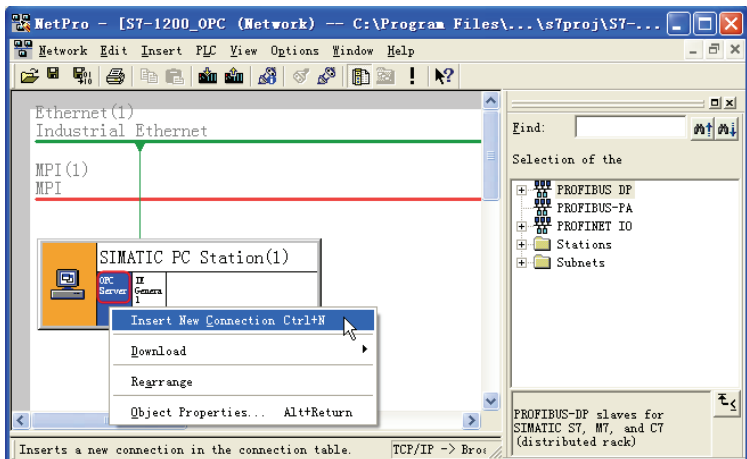
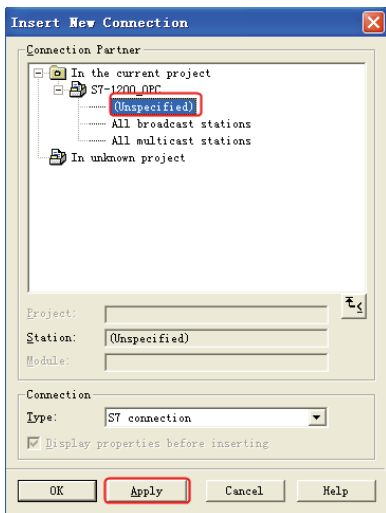
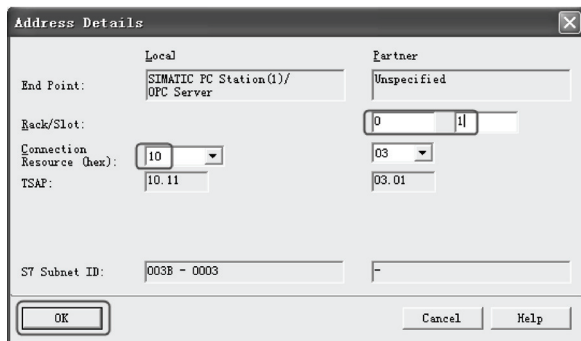

图 10-40 插入新连接 (1)
图 10-41 插入新连接 (2)
图 10-42 详细地址信息
3) 配置网络连接。通过单击工具栏右上角“网络配置”按钮, 进入网络配置, 然后在 NetPro 网络配置中, 用鼠标选择 OPC Server 后, 在连接表第一行单击鼠标右键, 插入一个新的连接或通过“Insert”→“New Connection”也可建立一个新连接, 然后定义连接属性, 如图 10-40 和图 10-41 所示。
如图 10-41 所示, 单击“Apply”(应用)按钮, 弹出详细地址信息界面, 如图 10-42 所示, 将“Partner”(伙伴)的“TSAP”设为“03.01”, 将“Local”(本地)的“TSAP”设为“10.11”, 然后单击“确定”按钮。